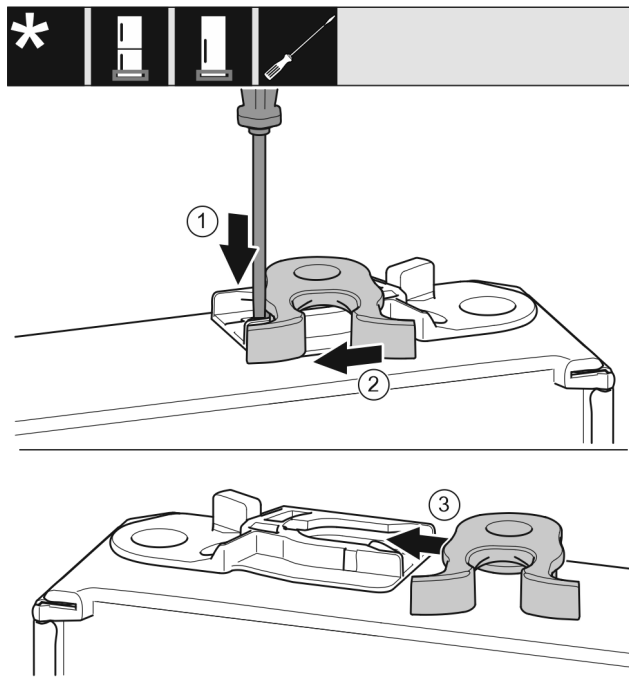

Fig. 51 *
- ▶ Spingere verso il basso la linguetta Fig. 51 (1) con il cacciavite a intaglio.*
- ▶ Estrarre il gancio di chiusura Fig. 51 (2) dalla guida.*
- ▶ Spostare il gancio di chiusura Fig. 51 (3) sull'altro lato nella guida.*